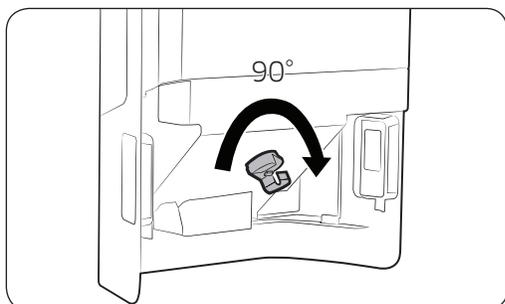

Figura 2
- Si el depósito no encaja en su sitio, gire 90 grados el engranaje de sujeción de la parte posterior y vuelva a montarlo tal como se muestra en la figura 2.